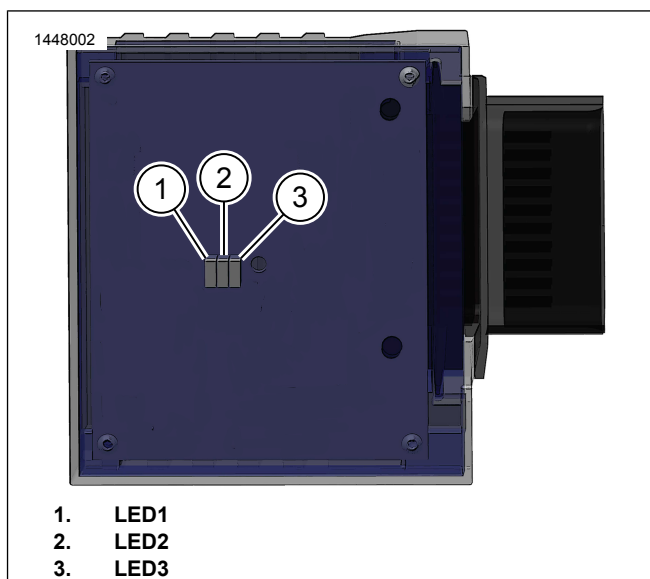

Figura 4. LED RIO
- a. Consulte la Figura 4. RIO-ESC contiene tres LED expuestos en la parte posterior: estos se ven fácilmente cuando se suelta RIO-ESC de la base del asiento. Si se corta la correa del cable en el arnés RIO-ESC, debe reemplazarse.
- b. Consulte Figura 4 y Tabla 3 para obtener más información sobre los códigos del evento. Varios eventos están interrelacionados.